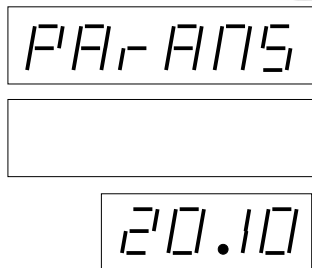

Рис. 13 Параметры
- в 1-й строке (строка общей стоимости) отобразится „PArAMS“ *см. рис. 13*.